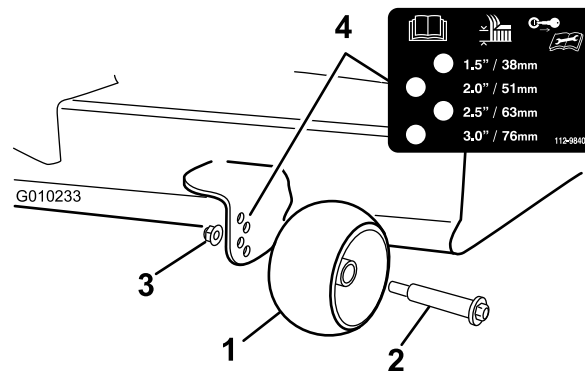

Figura 26
3. Ajuste los rodillos protectores del césped (Figura 26) a la posición de altura de corte más próxima.